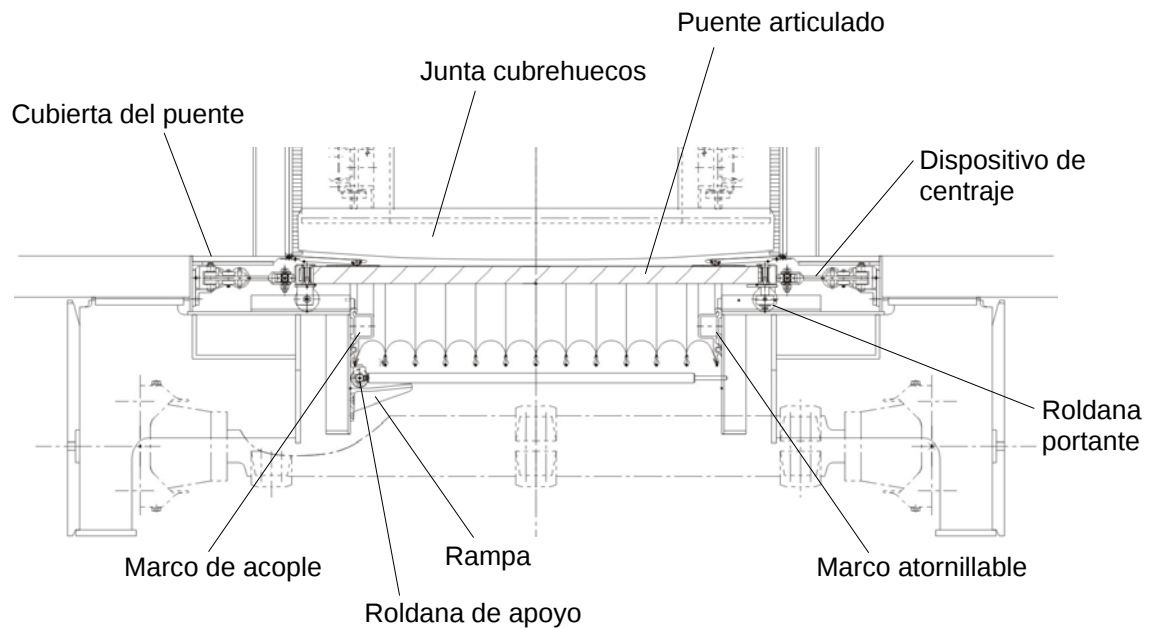

Figura 10: Montaje del puente articulado
- Descender el marco de acople un poco más, de modo que éste con sus roldanas de apoyo descansen sobre las rampas instaladas en el coche. (ver Figura 10).